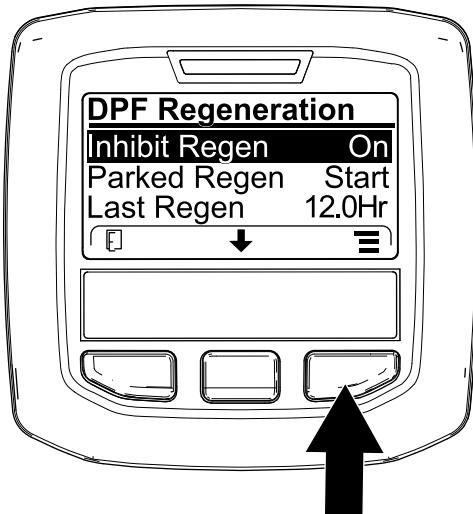

Bild 44
1. Navigieren Sie auf das Menü „DPF Regeneration“, drücken Sie die mittlere Taste und navigieren Sie auf die Option INHIBIT REGEN.; drücken Sie die rechte Taste, um den Eintrag „Inhibit Regen.“ auszuwählen (Bild 44).
2. Drücken Sie die rechte Taste, um die Einstellung für das Verhindern der Regenerierung von „On“ in „Off“ (Bild 44) oder von „Off“ in „On“ (Bild 45) zu ändern.